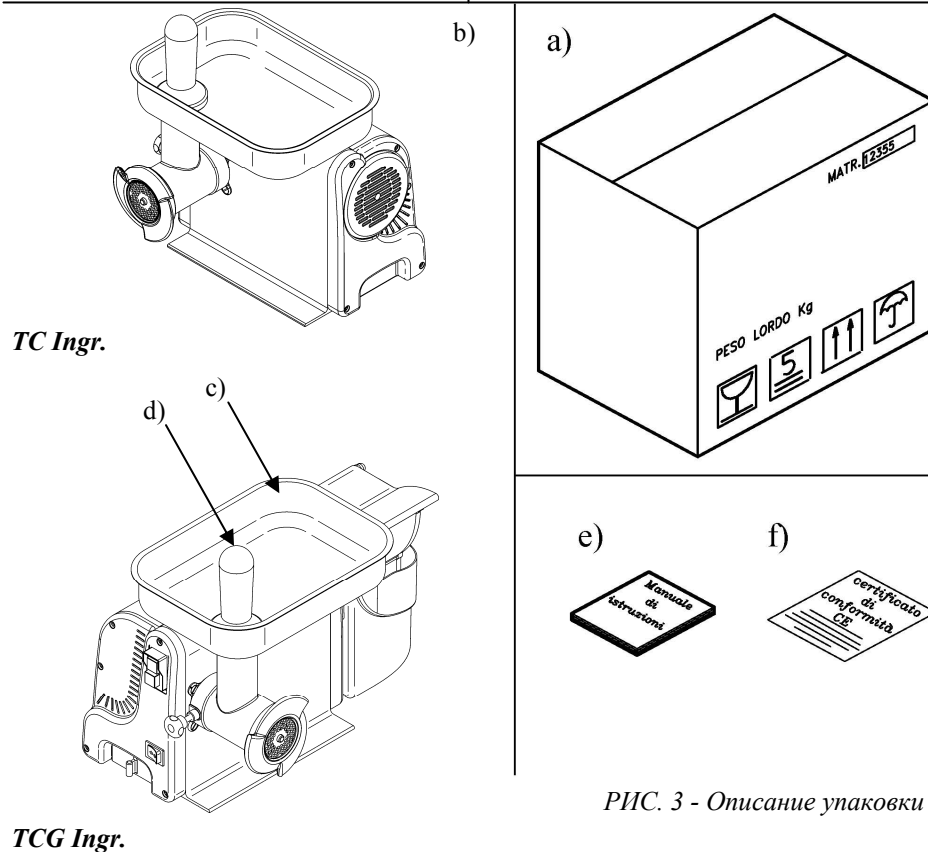

РИС. 3 - Описание упаковки
3.1 - ПОСТАВКА МАШИНЫ (см. РИС. 3)
Если при получении товара не обнаруживается внешних повреждений, приступить к вскрытию упаковки и проверке комплектности (см. РИС. 3). Если при доставке в упаковке обнаруживаются следы плохого обращения, ударов или падения, необходимо уведомить курьера об ущербе в течение 3 дней с даты поставки, указанной в документах, составить точный отчет о повреждениях машины. Не переворачивать упаковку!!! При транспортировке надежно удерживать упаковку за 4 угла, сохраняя ее параллельность полу.